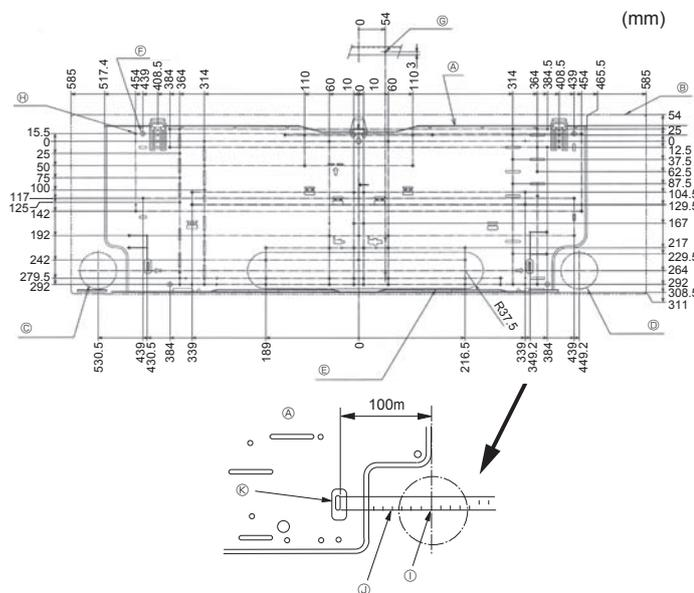

Fig. 3-2
①	Piastra di montaggio	1	Fisso sul retro dell'unità
②	Vite autofilettanti 4 × 25	7
③	Nastro di feltro	2
④	Tubo di collegamento a L	1
⑤	Dado di caricamento	1
⑥	Telecomando senza fili	1
⑦	Porta telecomando	1
⑧	Batterie alcaline (formato AAA)	2
⑨	Vite autofilettanti 3,5 × 16	2
⑩	Distanziale	1	Da realizzare con il materiale di imballaggio
3.2. Installazione dell'attrezzatura di montaggio a parete (Fig. 3-2)